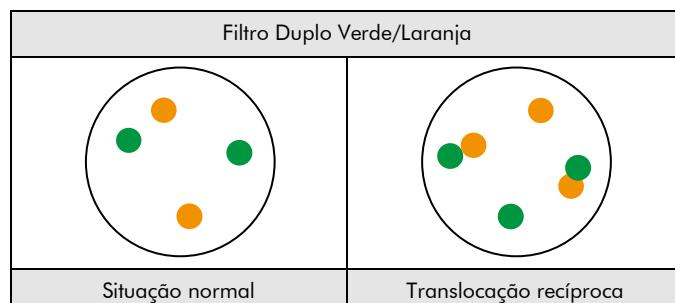

Fig. 2: Resultados esperados em núcleos normais e anormais
**Situação normal:** Em interfases de células normais ou em células sem translocação envolvendo as respectivas regiões dos genes, são visíveis dois sinais verde/laranja (ver Fig. 2).
**Situação anormal:** A fusão dos genes é indicada por um sinal laranja separado, um sinal verde separado e dois sinais de fusão laranja/verde (ver Fig. 2).